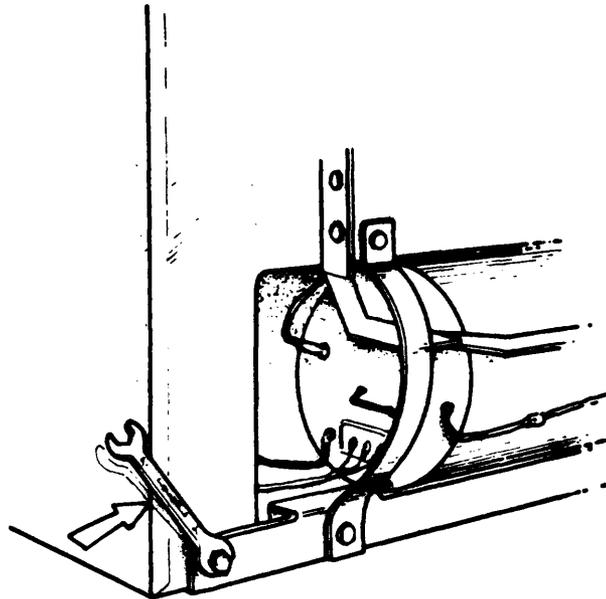

Fig. 1
- e Coloque los bulones y apriételes (fig. 1).